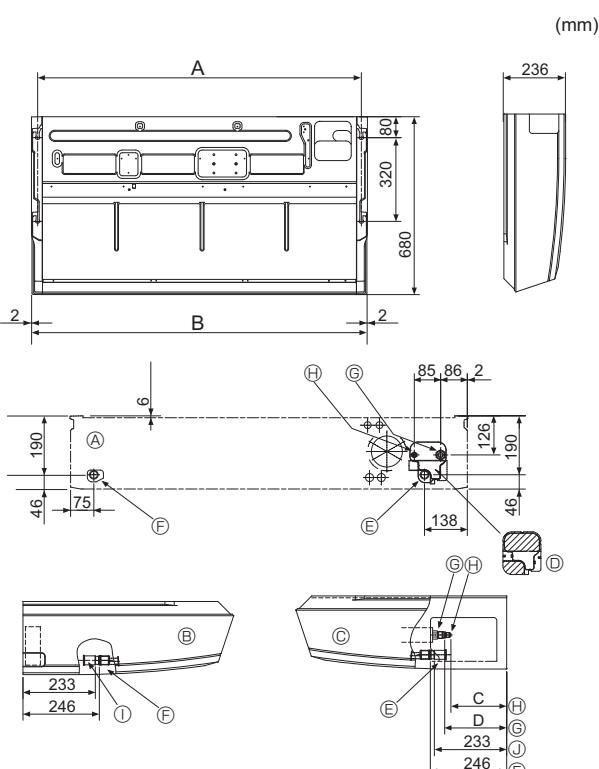

Fig. 3-2
①	Rondella	4
②	Coperchio del tubo	1 Diametro superiore (Per la tubazione del gas)
③	Coperchio del tubo	1 Diametro inferiore (Per la tubazione del liquido)
④	Nastro	4
⑤	Staffa di attacco	1 Marcata 'UNIT'
⑥	Coperchio della presa	1
⑦	Coperchio della tubazione di drenaggio	1
⑧	Dado a cartella	1 ø6,35 (Solo RP60)
3.2. Preparazione dell'installazione (Fig. 3-2)